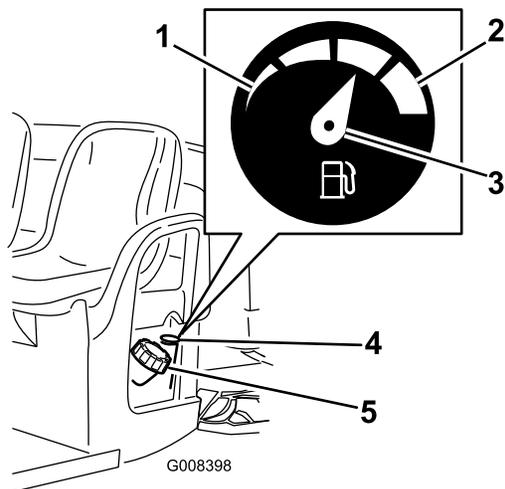

Figura 17
4. Pulite intorno al tappo del serbatoio del carburante (Figura 17).